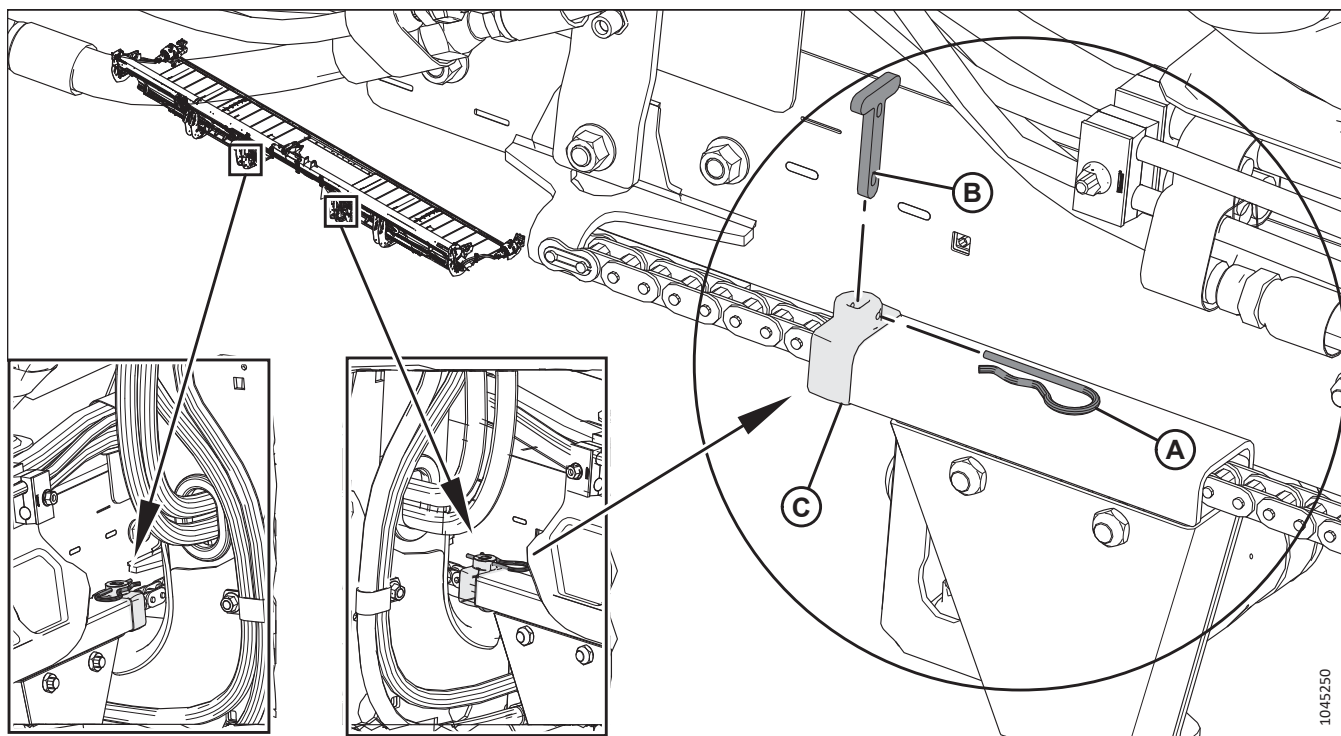

图 3.84: 输送带支承平移内侧止动块
4. 使用大钩销钉 (B) 和发卡销 (A) 固定链条止动块 (C)，如图 3.84，页码 102 中所示。